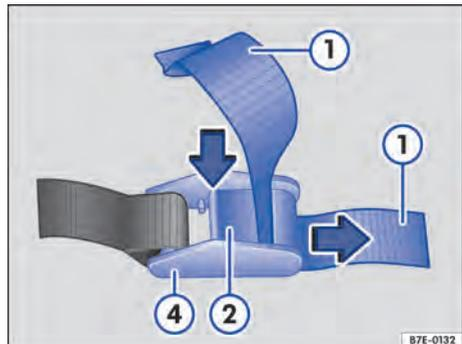

Fig. 126 Soltar o cinto de retenção.
- Pressionar a alavanca → Fig. 126 ② e puxar o cinto de retenção ① para fora da peça de retenção ④.